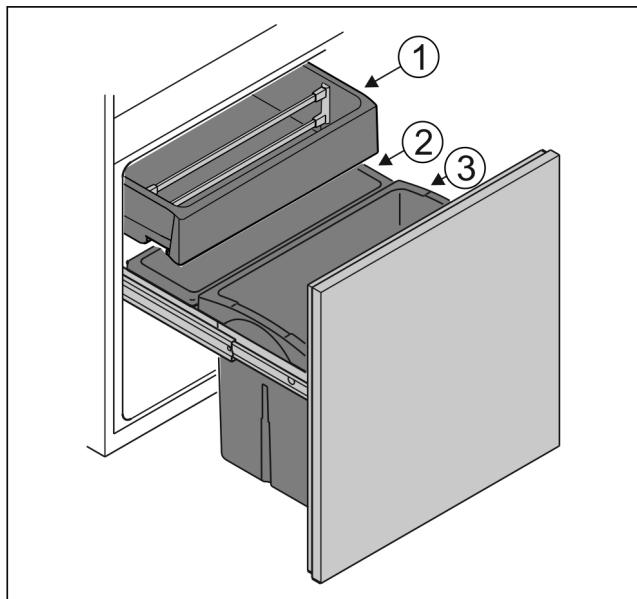

Fig. 98
- Spremnik Fig. 98 (1): Spremite nezapakirano povrće i tropsko voće.
- Spremnik Fig. 98 (2): Spremite manje vrste nezapakiranog voća i povrća.
- Spremnik Fig. 98 (3): Spremite pojedinačne boce.